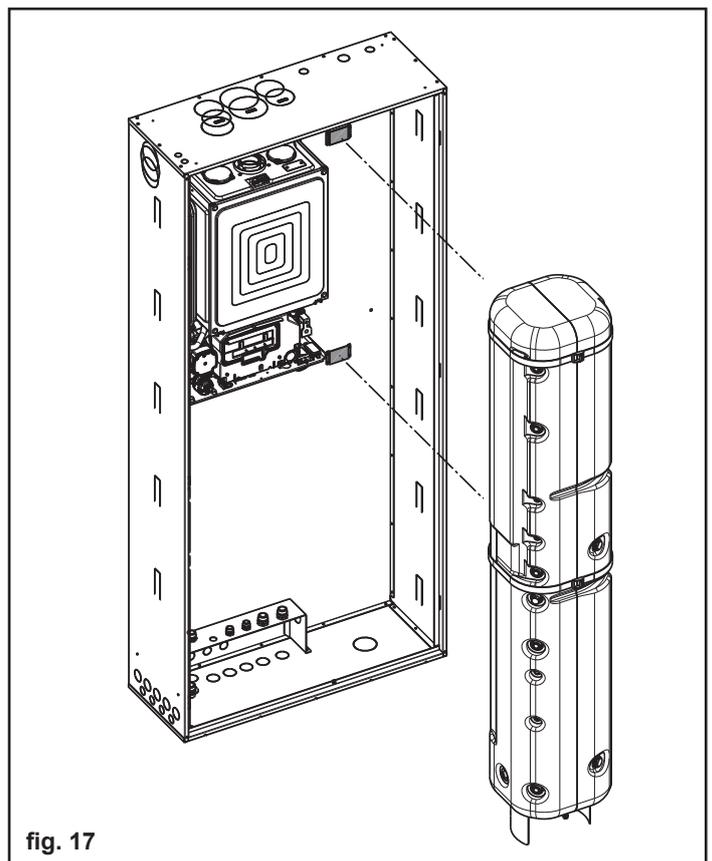
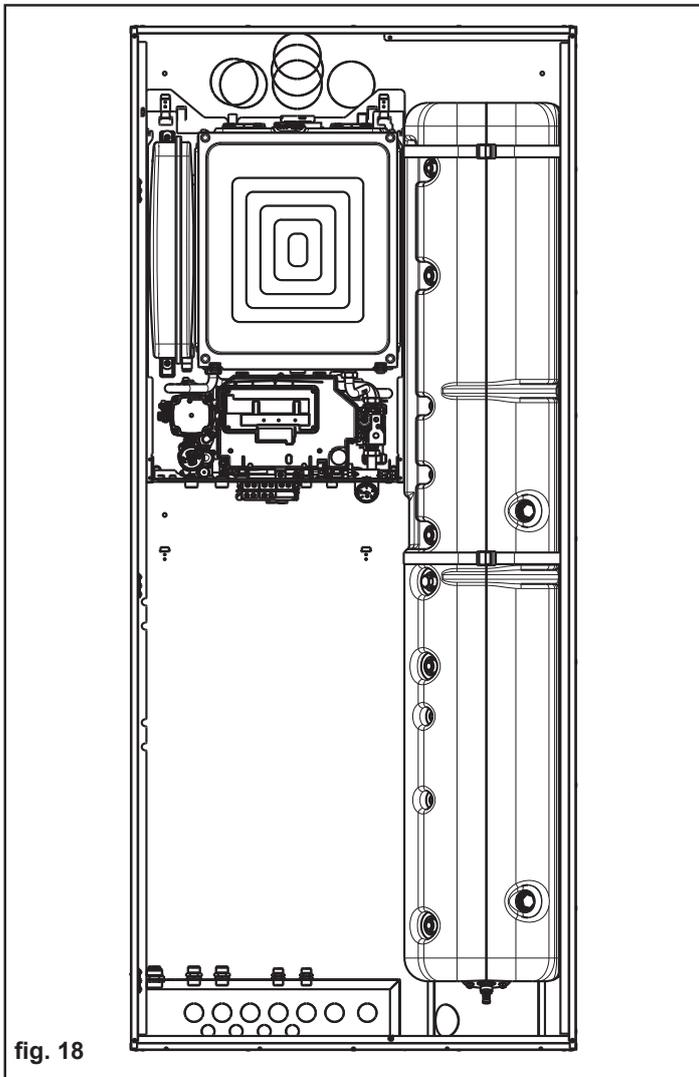

fig. 17
fig. 18
- Posizionare il bollitore (fig. 17) facendo in modo che i ganci del box da incasso si innestino correttamente nel bollitore stesso, ed avendo cura che il piede del bollitore appoggi sul fondo dell'armadio da incasso (fig. 18).